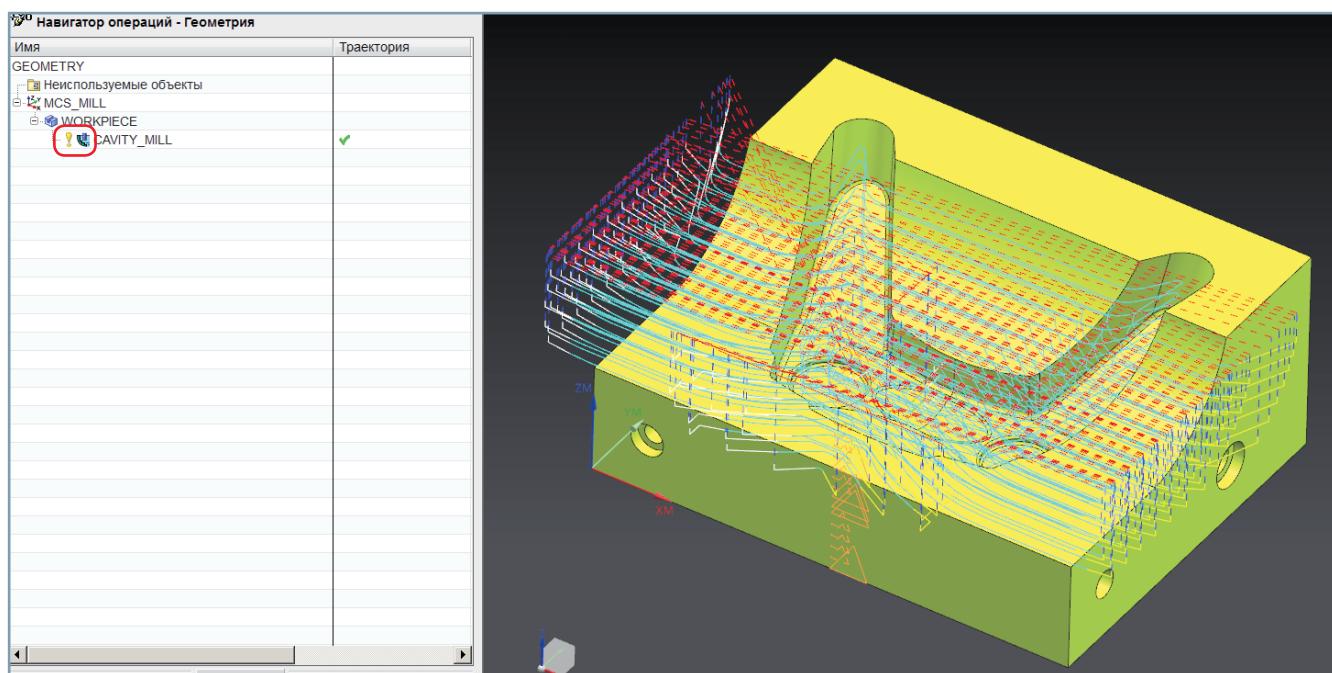

Рис. 1.33. Траектория обработки для выбранной операции отображается в графическом окне
- Используем параметры операции по умолчанию и сразу выполним команду **Генерировать**. Траектория будет создана (рис. 1.33).